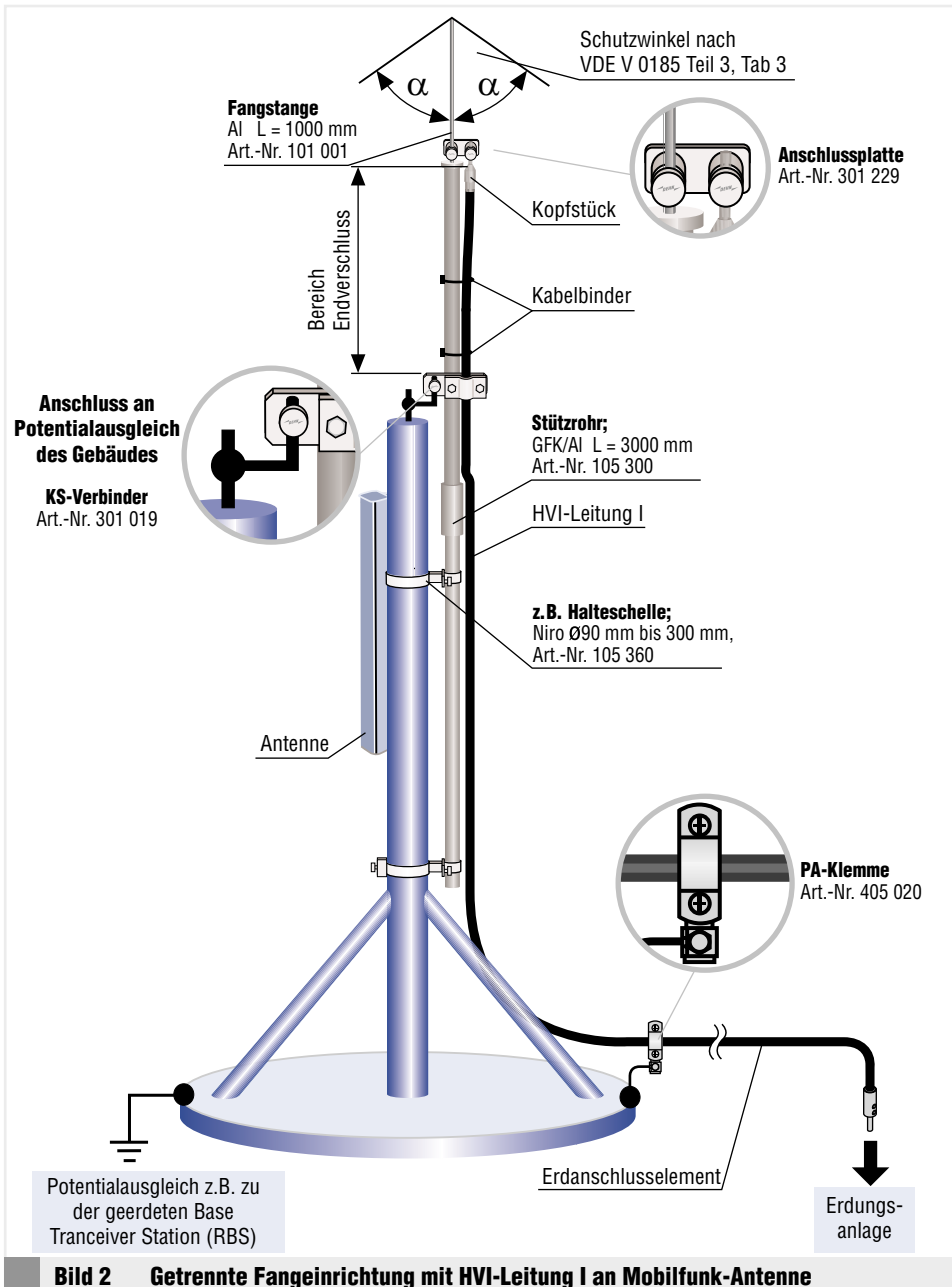
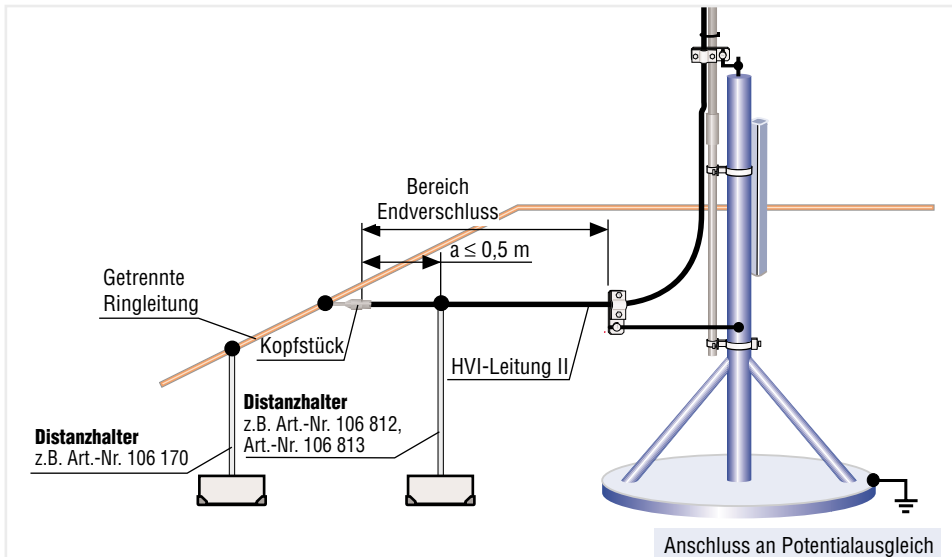
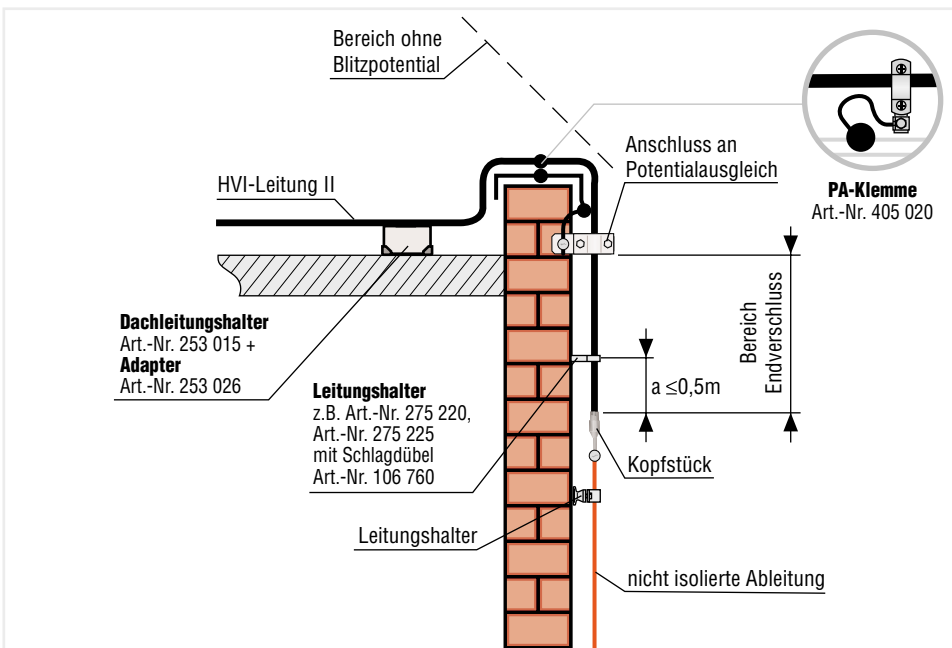
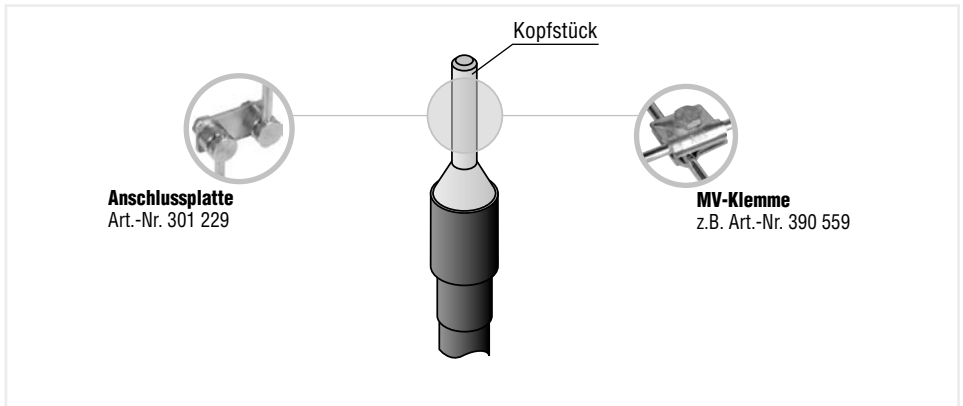

Bild 2 Getrennte Fangeinrichtung mit HVI-Leitung I an Mobilfunk-Antenne
Bild 4 Anschluss HVI-Leitung II an "Getrennte Ringleitung"
Bild 5 Übergang HVI-Leitung II auf nicht isolierte Ableitung
Bild 6 Anschlussmöglichkeiten / Kopfstück (Details aus Bilder 2 und 10)
Die **HVI-Leitung I** wird verwendet, wenn die Fangeinrichtung des Äußeren Blitzschutzes direkt mit der Erdungsanlage des Gebäudes verbunden wird (Bild 2)
Die **HVI-Leitung II** wird eingesetzt, wenn z.B. mehrere zu schützende Anlageteile nicht einzeln, sondern gemeinsam über eine "Getrennte Ringleitung" mit der Erdungsanlage des Gebäudes verbunden werden (siehe Bild 4 und Abschnitt 7, "Getrennte Ringleitung").
2. Anschluss Kopfstück und Endverschluss (Bild 2 und 10)
Im Bereich des Endverschlusses dürfen keine elektrisch leitfähigen oder geerdeten Teile angeordnet sein, z.B. Leitungshalter, Konstruktionsteile, usw. Im Bereich des Endverschlusses ist der errechnete Trennungsabstand s einzuhalten. Die Befestigung der HVI-Leitung am Stützrohr aus Isolierstoff wird mit den mitgelieferten Kabelbindern ausgeführt, wobei der Verschluss des Kabelbinders auf der Rückseite des Stützrohres aufliegen muss (Bild 2 und 10).
- Die Befestigung nur im Bereich bis $a \leq 0,5$ m, vom Kopfstück aus gemessen, zulässig ist (Bild 4 und 5).
Anschlussmöglichkeiten des Kopfstückes an eine überragende Fangstange sind im Bild 6 dargestellt (siehe auch Bild 2 und 10).
Nur das Kopfstück darf mit der Fangeinrichtung (Bild 2 und 10), der "Getrennten Ringleitung" (Bild 4) oder der Ableitung (Bild 5) des Äußeren Blitzschutzes verbunden werden.